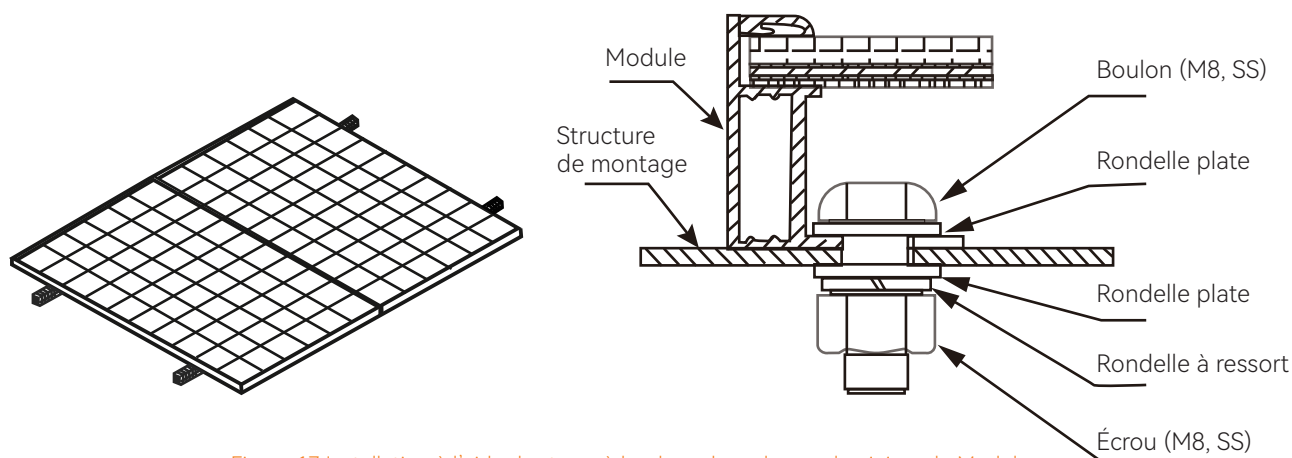

Figure 17 Installation à l'aide des trous à boulons du cadre en aluminium du Module
- ◇ Si vous sélectionnez la méthode d'installation par boulons, vérifiez qu'il y a au moins 4 boulons sur chaque Module, et les boulons doivent être disposés symétriquement (Figure 17). Les différentes positions de montage des boulons affectent la capacité de charge maximale du Module (Tableau 3).